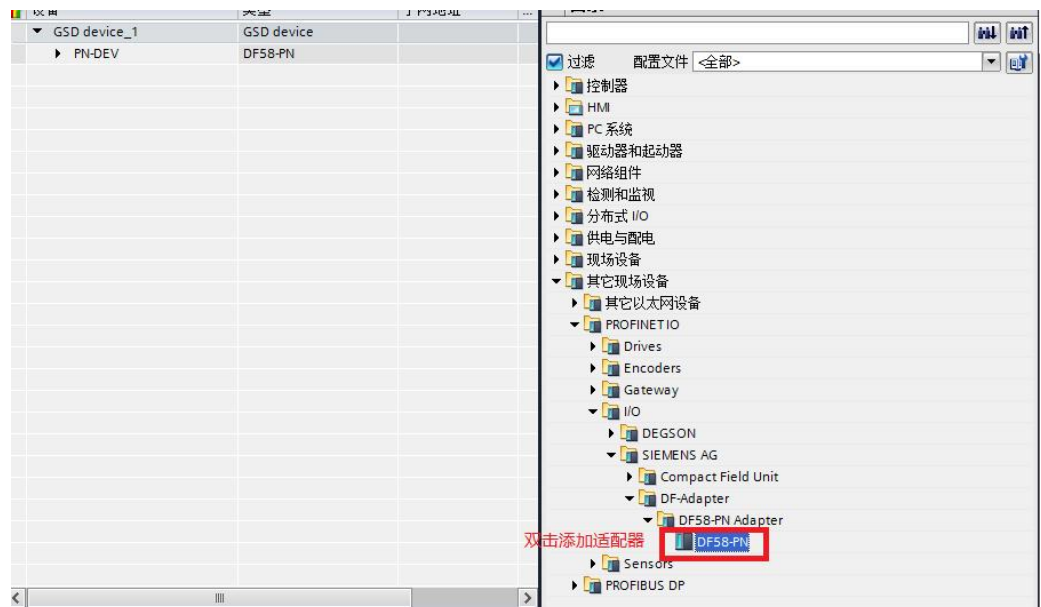

图 1-6
3.3 如图 1-6 所示添加适配器 DF58-C-PN-RT: